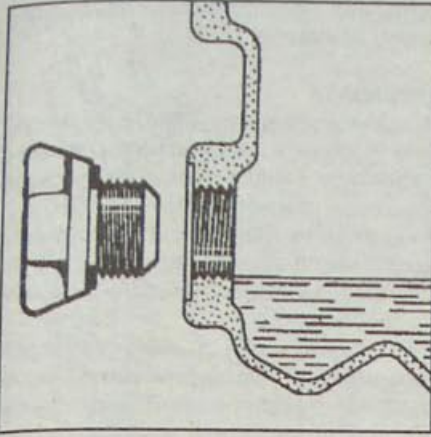

Рис. 6.3. Проверка уровня трансмиссионного масла в коробке передач JC5
- Пальцем проверьте уровень трансмиссионного масла, который должен находиться на нижнем уровне маслосливного/ контрольного отверстия (рис. 6.3).